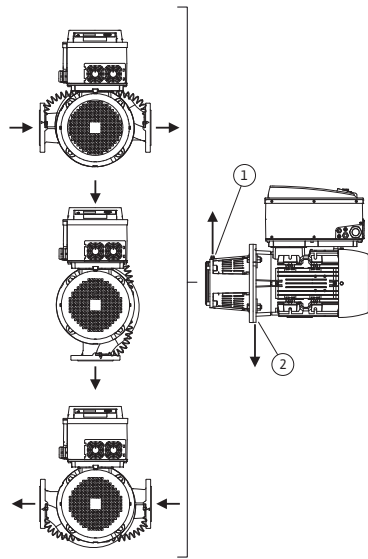
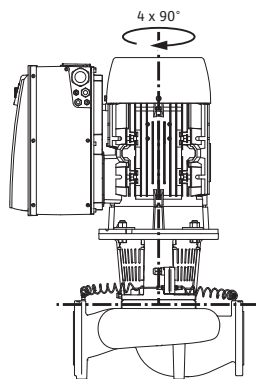

Fig. 18: Pieļaujamās uzstādīšanas pozīcijas ar horizontālo motora vārpstu
Fig. 19: Pieļaujamās uzstādīšanas pozīcijas ar vertikālo motora vārpstu
Pieļaujamās uzstādīšanas pozīcijas ar horizontālo motora vārpstu un elektronikas moduli uz augšu (0°) ir attēlotas Fig. 18. Nav attēlotas pieļaujamās uzstādīšanas pozīcijas ar sānos montētu elektronikas moduli (+/- 90°). Ir atļauta jebkura uzstādīšanas pozīcija, izņemot stāvokli „Elektronikas modulis uz leju” (- 180°). Sūkņa atgaisošana ir nodrošināta tikai tad, ja atgaisošanas vārsts atrodas uz augšu (Fig. 18, 1. poz.). Tikai šajā pozīcijā (0°) radušos kondensātu iespējams mērķtiecīgi novadīt caur esošo urbumu, sūkņa starpkorpusu un motoru (Fig. 18, 2. poz.). Šim nolūkam izņemt aizbāzni motora atlokā.
Pieļaujamās uzstādīšanas pozīcijas ar vertikālo motora vārpstu ir attēlotas Fig. 19. Atļauts jebkurš uzstādīšanas stāvoklis, izņemot stāvokli „Motors uz leju”.
- Starpkorpusa atgaisošanas vārstam (Fig. 6, 1.31. poz.) horizontālas motora vārpstas gadījumā vienmēr jābūt vārstam uz augšu (Fig. 6a: un Fig. 6b:). Ar vertikālo motora vārpstu ir atļauts jebkurš novietošanas virziens. Papildus skatīt arī Fig. 18: "Pieļaujamās uzstādīšanas pozīcijas ar horizontālo motora vārpstu." 25. lpp vai Fig. 19: "Pieļaujamās uzstādīšanas pozīcijas ar vertikālo motora vārpstu." 25. lpp.
- Horizontālas motora vārpstas gadījumā kondensāta atverei noteikti jābūt pavērstai uz leju (Fig. 18, 2. poz.). Nepieciešamības gadījumā motors atbilstoši jāpagriež.